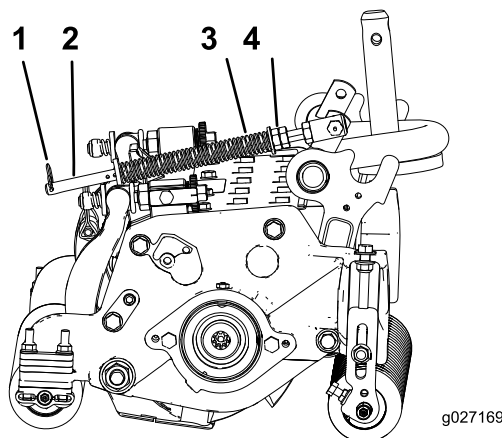

図 14
1. スプリングロッドの後穴にヘアピンコッターを忘れずに取り付けてください 図 14。
2. スプリングロッド前部の六角ナットを締めて、スプリング圧縮状態の長さが 15.9 cm になるようにする 図 14。